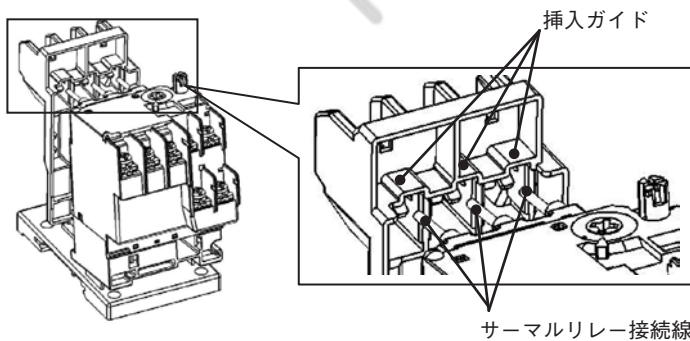

図1
- ① 単独設置ユニットの端子ねじをいっぱいまで緩めてください。
- ② サーマルリレー接続線を、単独設置ユニットの挿入ガイドに沿って挿入してください (図1)。